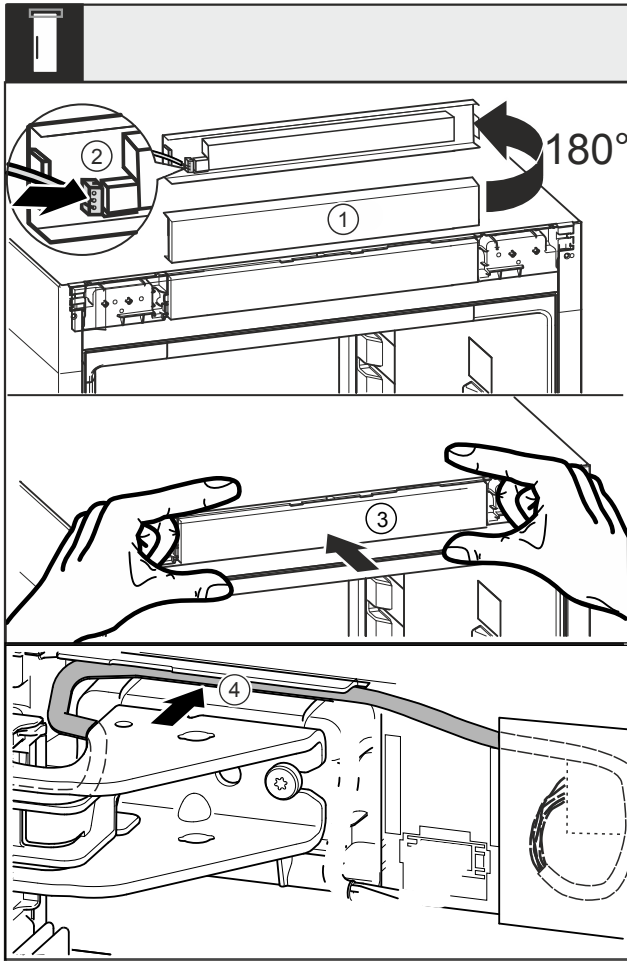

Fig. 47
- Ruotare la maschera Fig. 47 (1) di 180° verso l'alto.
- Innestare la spina Fig. 47 (2) nella maschera dell'elemento di comando.
- Innestare di nuovo la maschera Fig. 47 (3) sull'apparecchio.
- Posare con cautela il cavo nella guida Fig. 47 (4) sopra il blocco di supporto superiore.